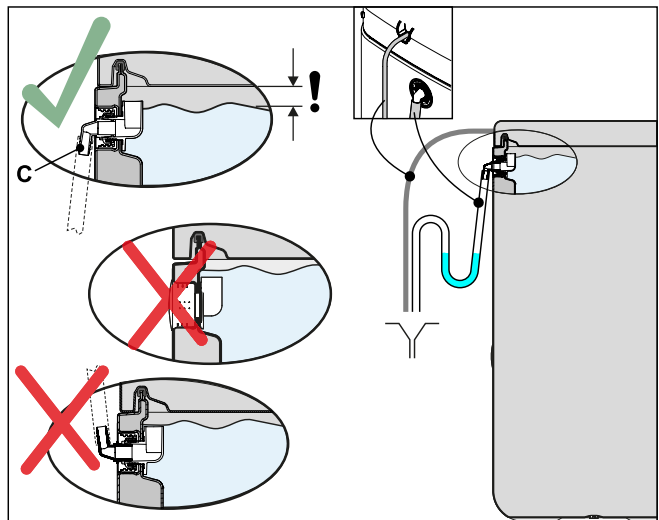

Fig. 4-25 Conexión de las tuberías de descarga para la salida de agua condensada y el rebosadero del depósito acumulador
- 4 Para evitar una pérdida de calor y de agua debe utilizarse un sifón lleno de agua para la tubería del rebosadero (véase Fig. 4-25).